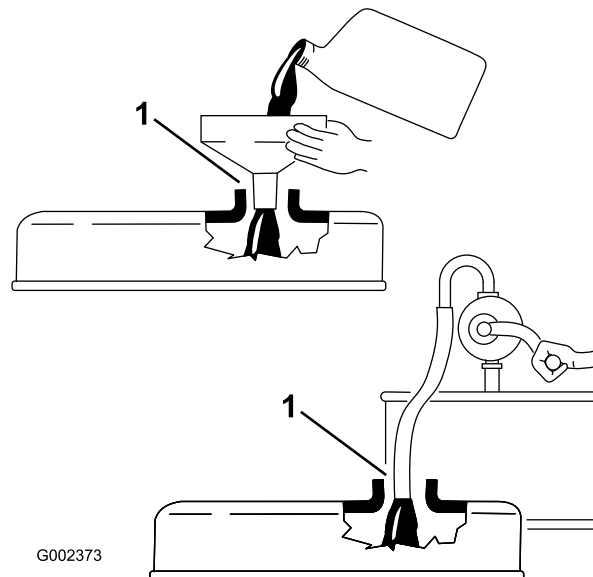

Figura 27
**Importante:** Assicuratevi che l'asta di livello non sia inserita nel relativo tubo mentre versate l'olio nel motore. In caso di aggiunta o rifornimento di olio, vi *deve essere* gioco tra il dispositivo e il foro di riempimento dell'olio nel coperchio della valvola, come mostrato in Figura 27. Il gioco è necessario per consentire l'aerazione durante il riempimento, prevenendo l'eccesso di olio nello sfiatatoio.